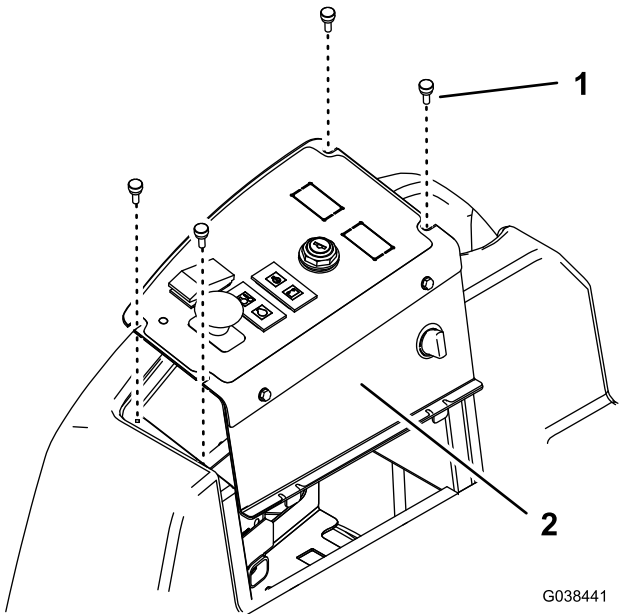

Figure 10
1. Pour les modèles Groundsmaster 3280 et 3320, retirez les 4 vis à oreilles de fixation du panneau de commande et mettez le panneau de commande de côté (Figure 10).
3. Pour les modèles Groundsmaster 3280 et 3320, fixez le socle du siège à la machine à l'aide des boulons et écrous que vous avez retirés précédemment, et fixez le panneau de commande avec les vis à oreilles (Figure 10).